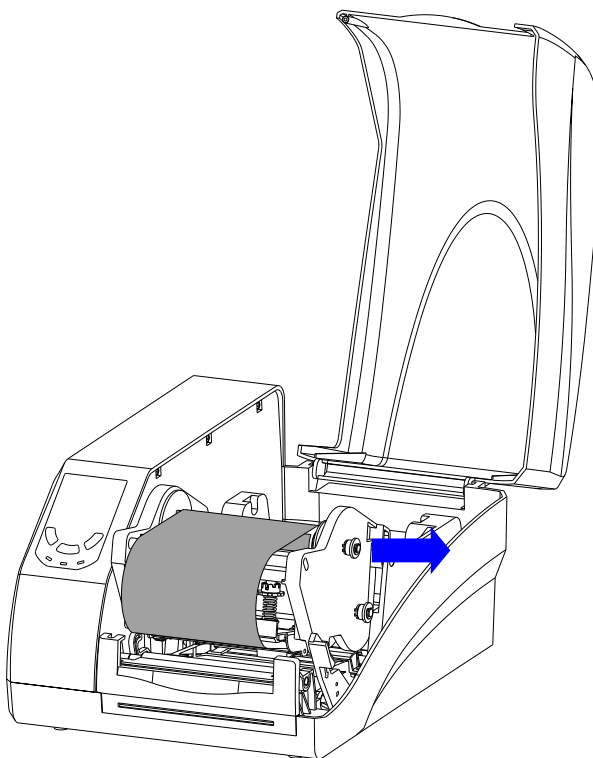

图 2-9
6. 放下打印模组，向外拉起碳带回收端的碳带释放钮，将卷好碳带的空卷芯绕过打印模组，卡入碳带回收端，确保碳带回收端左压盘上的两个长条形凸起卡入碳带适配管左侧的两个卡口中，如图 2-9 所示。